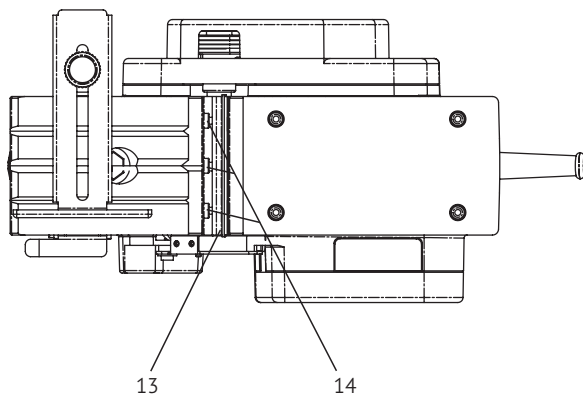

Рис. 2
- Открутите болты 14, фиксирующие нож 13 (рис. 2) гаечным ключом (поставляется в комплекте).